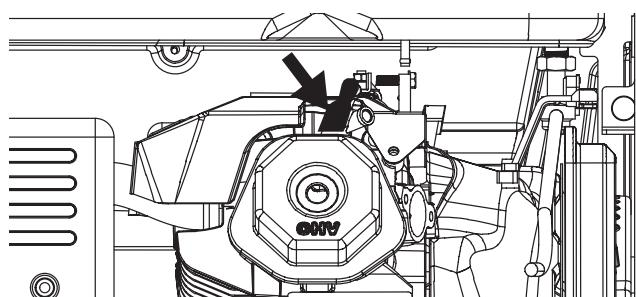

Figure 25 - Retirer la coiffe de la bougie d'allumage.
3. Retirez la coiffe de la bougie d'allumage en tirant fermement la poignée en plastique de la coiffe en direction opposée au moteur (voir Figure 25).